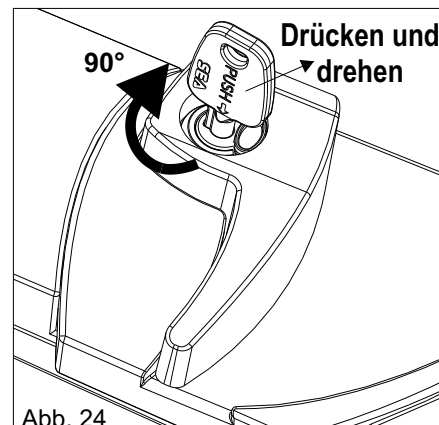

Abb. 24
- 2) Den Schlüssel einstecken, drücken und um 90° im Uhrzeigersinn drehen (Abb.24);